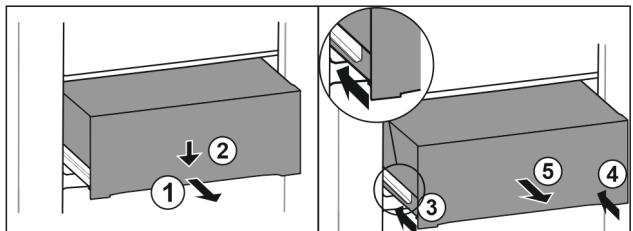

Fig. 121
- Trekk skuffen ut halvveis. Fig. 121 (1)
- Skyv skuffen foran nedover. Fig. 121 (2)
- Sett inn den venstre skinnen ca. 2 cm. Fig. 121 (3)
- Sett inn den høyre skinnen ca. 2 cm. Fig. 121 (4)
- Ta ut skuffen framover. Fig. 121 (5)